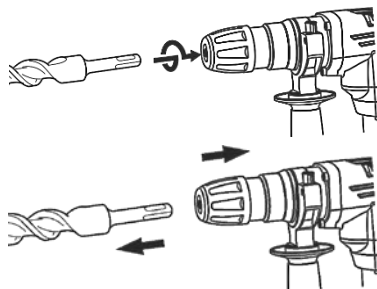

Рисунок 2
- вставити хвостовик змінного інструменту в патрон SDS-Plus, повертаючи змінний інструмент по осі та штовхаючи його вглиб патрона до тих пір, поки не буде забезпечено надійне з'єднання (дивіться рисунок 2). При цьому робочий інструмент повинен зафіксуватись від випадіння, маючи невеликий осьовий люфт;
3.5 Після встановлення змінного інструменту завжди перевіряйте надійність його кріплення – спробуйте витягти його без відведення кільця патрона. Щоб витягти змінний інструмент з патрона, необхідно відвести кільце патрона в сторону передньої рукоятки (дивіться рисунок 2).